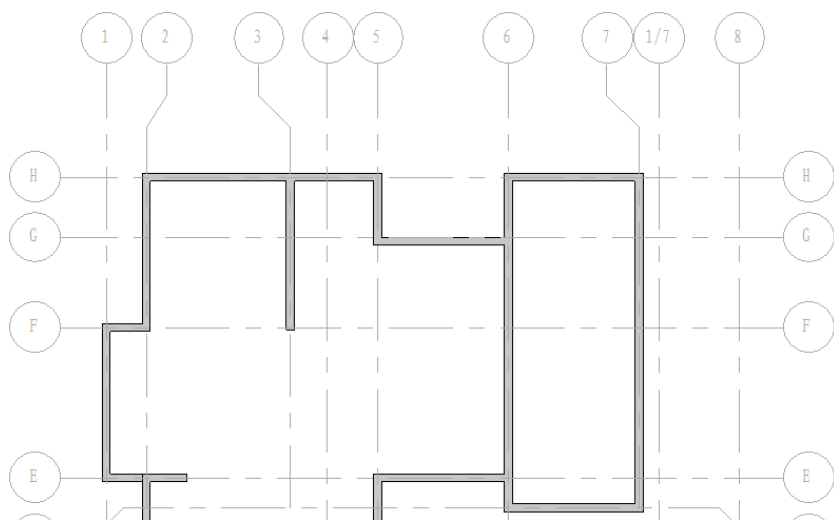

图 3-26
- 2) 单击“属性”按钮打开“图元属性”对话框，设置实例参数“基准限制条件”为“1F”，“顶部限制条件”为“直到标高 2F”，单击“确定”关闭对话框，如图 3-26 绘制 200mm 内墙。